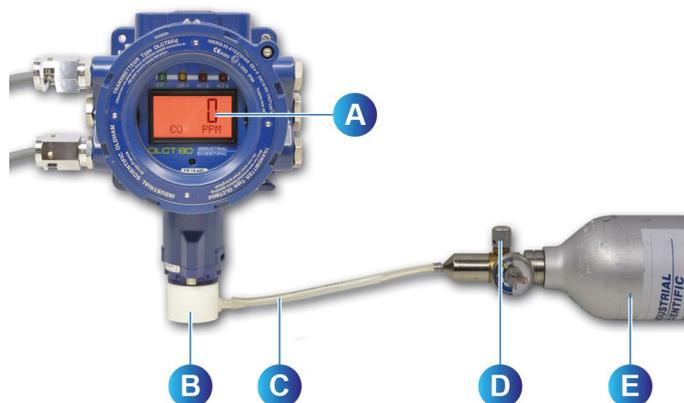

Figure 59 : contrôle du zéro.
2. Placer la coiffe d'étalonnage sur la tête de détection (Figure 59, rep. B).
3. Relier la coiffe d'étalonnage à la bouteille d'air pur (Figure 59, rep. E) au moyen d'un tuyau souple (Figure 59, rep. C).
4. Ouvrir le robinet de la bouteille d'air pur (débit à 30 à 60 l/h ou 60 à 120 l/h dans le cas des versions OLCT IR) (Figure 59, rep. D).
5. Après stabilisation de la mesure (environ 2 minutes), lire l'indication sur l'afficheur du détecteur (Figure 59, rep. A).
1. Le contrôle du zéro ayant été réalisé, relier alors la coiffe d'étalonnage à la bouteille de gaz étalon (Figure 59, rep. rep. E) au moyen d'un tuyau souple (Figure 59, rep. rep. C).
2. Ouvrir le robinet (Figure 59, rep. rep. D) de la bouteille de gaz étalon (débit à 30 à 60 l/h ou 60 à 120 l/h dans le cas des versions OLCT IR).
5. Fermer le robinet (Figure 59, rep. rep. D) de la bouteille et retirer la coiffe d'étalonnage (Figure 59, rep. B). Attendre le retour à zéro du signal de mesure et sortir du menu TEST par appui sur la touche Esc de la télécommande IR20. La procédure de contrôle de zéro et de sensibilité au gaz est terminée. Le détecteur peut être utilisé.